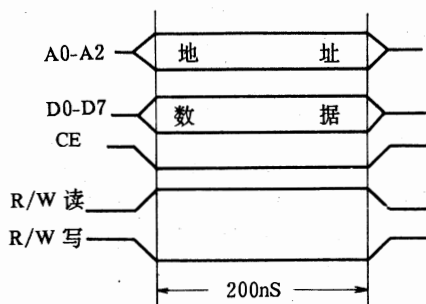

图2
(1)CPU对PPU的读写时序如图2。可见PPU与CPU的通信是异步的(不需CPU的时钟来同步),因此6538 PPU可与多种CPU方便地接口。